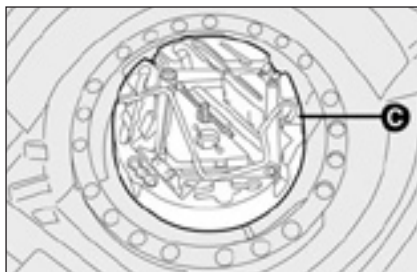

рис. 12
- ☐ Положите домкрат в полуоткрытом положении в контейнер С-рис. 12 для того, чтобы предотвратить вибрацию при движении;
- ☐ Уложите контейнер **С-рис. 12** с инструментами в багажное отделение;